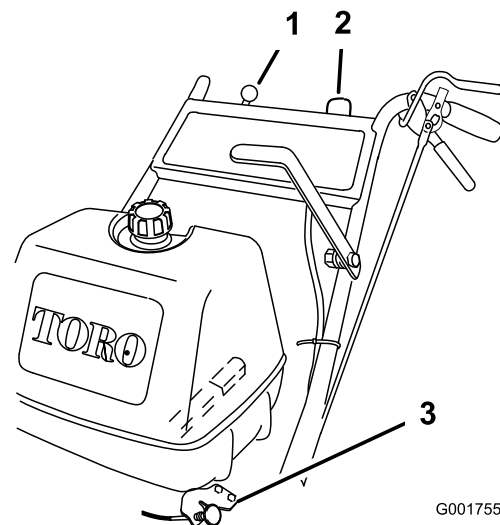

Figure 8
5. Tournez la clé de contact à la position **marche** (Figure 8).
8. Sortez le starter si le moteur est froid (Figure 8).
1. Placez la manette d'accélérateur en position de bas régime (Figure 8).